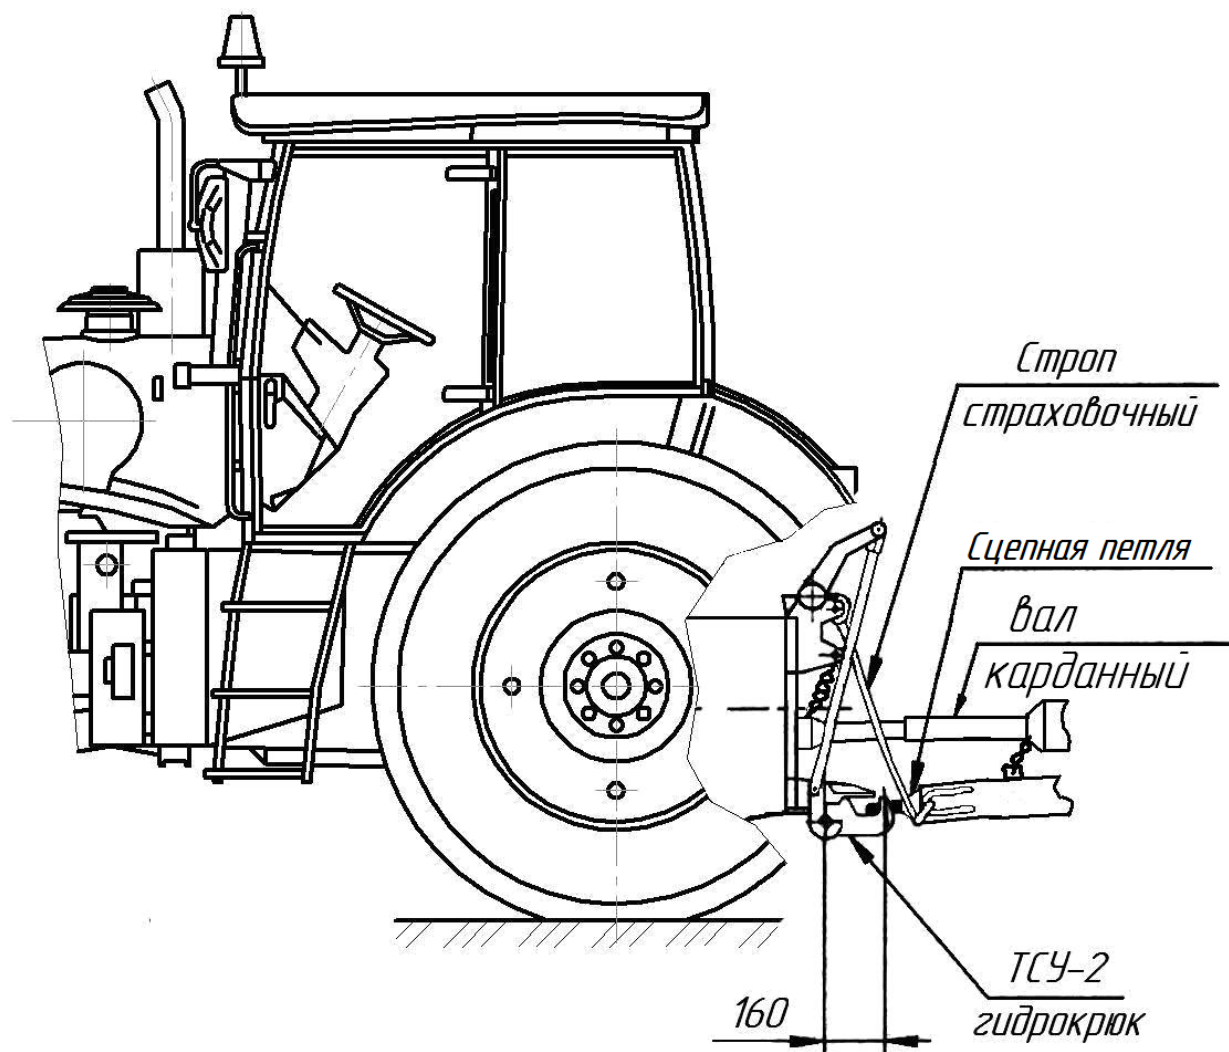

Рисунок 5.1 – Схема агрегатирования кормораздатчика с трактором за ТСУ-2 (гидрокрюк)
- соединить гидрокрук трактора со сцепной петлей (рисунок 5.1);
- страховочные тросы закрепить на тракторе (рисунок 5.1);
- закрепить цепочки защитных кожухов карданного вала за неподвижные части кормораздатчика и трактора (рисунок 5.1);